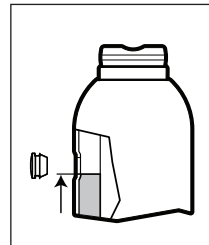
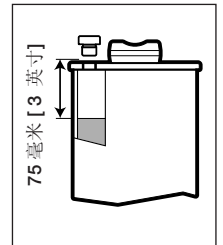

图 6 - 油位，除 **GBJ-100** 之外的所有型号
图 7 - 油位，仅限型号 **GBJ-100**
3. 除 **GBJ-100** 之外的所有型号：将油加注到油位与加油口的底部边缘大致齐平为止。见图 6。
4. 仅限型号 **GBJ-100**：将油加注到油位大约低于加油口 **75 毫米 [3 英寸]** 为止。见图 7。
小心：不要过量加油！在滑枕完全收缩并且千斤顶位于垂直位置的情况下，油位不应高于如图 6 或图 7（在适用于您的千斤顶型号时）所示的位置。